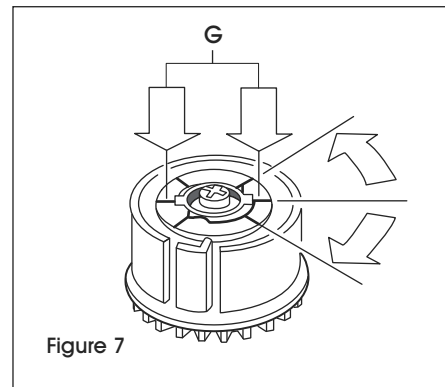

Figure 7
3. Press down (G) black center tension adjuster. Turn (H) clockwise to tighten the tension of the liner. Turn (I) to loosen. (See Figure 7)
3. Appuyez sur (G) le régleur de tension noir au centre. Tournez (H) dans le sens horaire pour augmenter la tension de la doublure. Tournez (I) pour desserrer. (Voir Figure 7)